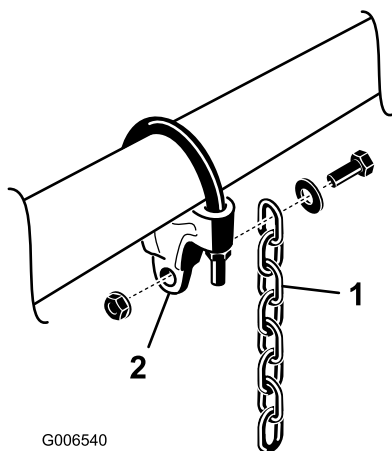

Figura 7
7. Montate una catena di sollevamento ad ogni staffa della catena con una vite, una rondella e un dado, come riportato in Figura 7.